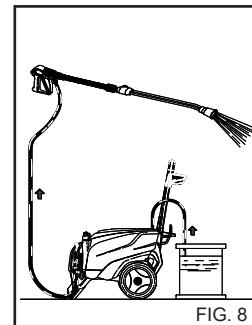

FIG. 8
Efter användning av rengöringsmedlet måste kemikalieintagsledningen spolas ur med rent vatten (fig. 8).
- 1) Efter användning med rengöringsmedel ska högtrycksvatten-systemet sköljas ordentligt. Låt pumpen vara igång i 1 minut. Doseringskranen ska vara stängd. (fig. 8).
4) Efter användning med rengöringsmedel ska högtrycksvattensystemet sköljas ordentligt. Låt pumpen vara igång i 1 minut. Doseringskanlen ska vara stängd.(fig. 8).